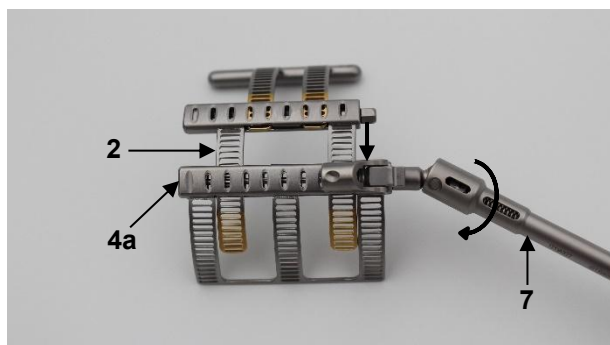

Fig. 4
Per prima cosa ritirare completamente l'elemento primario (2) utilizzando il cacciavite adatto (7). A tal fine, ruotare in senso antiorario il meccanismo di trasporto del modulo scatola dell'elemento base (4a) con il cacciavite cardanico LMT-4 (7) (Fig. 4).